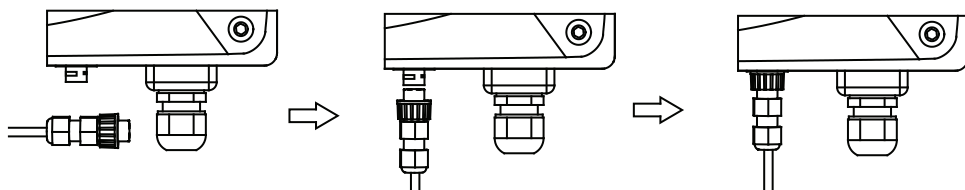

Figura 37 Collegamento dettagliato
(1) Collegare il connettore di comunicazione configurato per l'inverter al terminale RS485 dell'inverter, come illustrato nella figura 37;